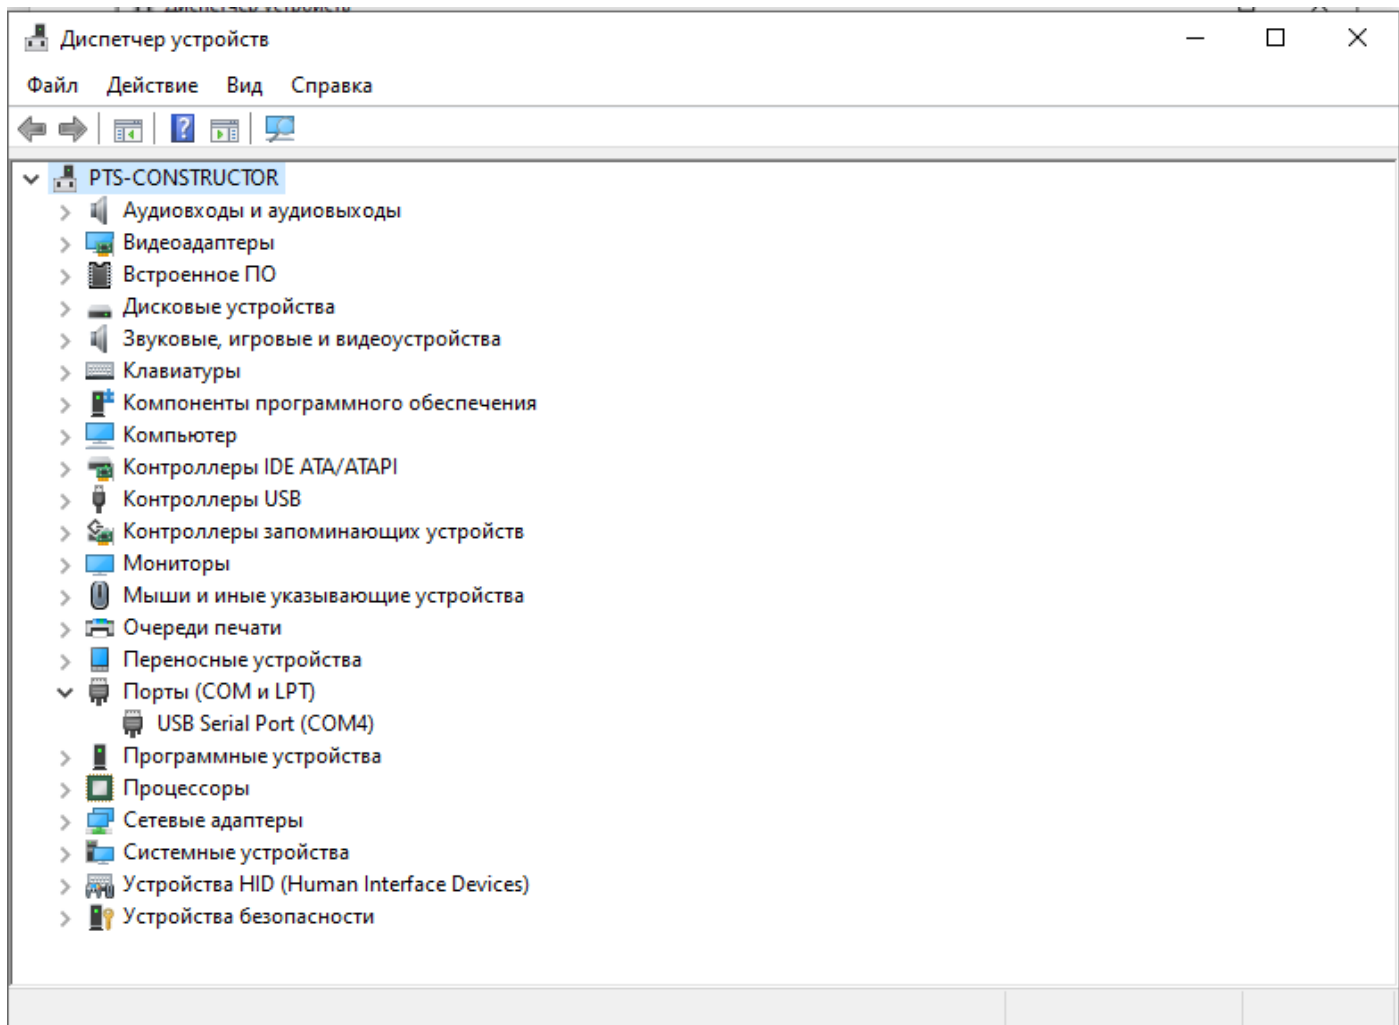

Рис. 2 Диспетчер устройств
2. Запустите “Диспетчер устройств” на ПК, затем подключите HART модем к ПК, откройте раздел “Порты (COM и LPT)” и запомните номер COM порта HART модема (см. рис.2).